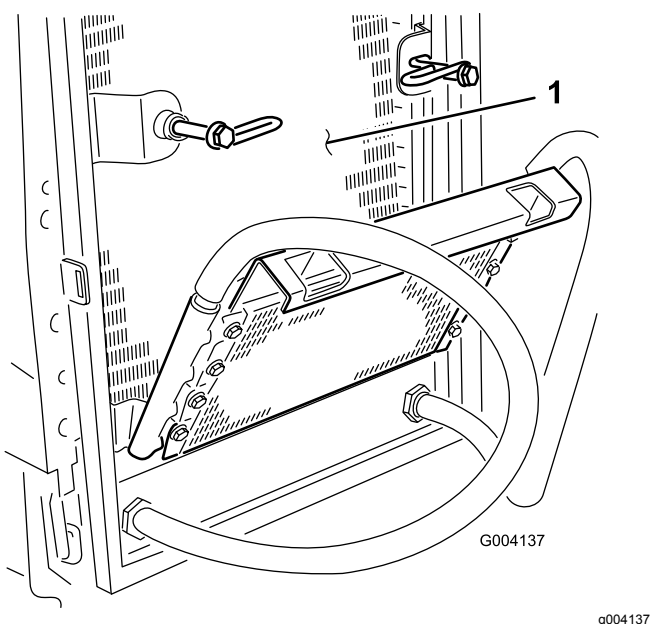

Figura 50
6. Limpe os dois lados do dispositivo de arrefecimento de óleo e o radiador (Figura 50) com ar comprimido.